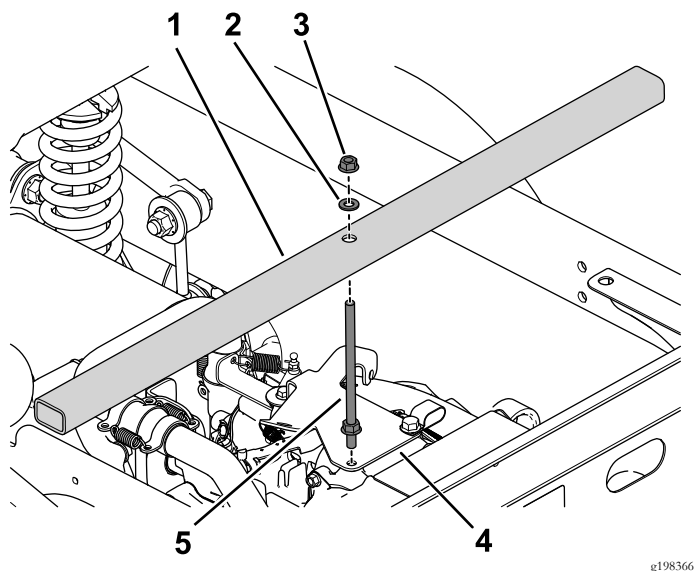

図 13
1. スロットルブラケットからフランジボルトを取り外す 図 13。
2. ブリッジサポートをエンジンに取り付けるフランジナット2個、ワッシャ、スレッドロッドを使用する 図 13。